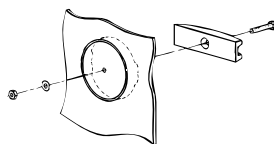

Fig. 2 Fjern røykløkk
4. Løft, ikke tipp, peisovnen til oppreist stilling. Ildstedets plassering avgjør hvilket røykløkk som skal fjernes. Benytt vedlagte spesialverktøy. Se fig. 2: